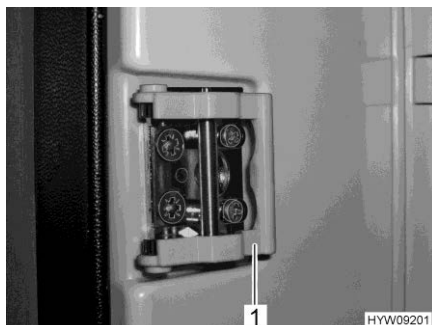
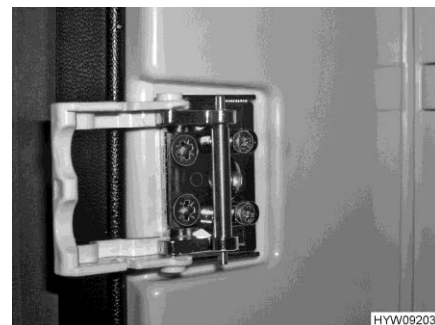

Fig. 181 Dispositivo di chiusura (posizione normale) (alternativa)
Fig. 182 Dispositivo di chiusura (posizione di ricircolo d'aria) (alternativa)
- Ruotare la staffa (Fig. 179,1 o Fig. 181,1) in avanti (Fig. 180 o Fig. 182).
A seconda del modello, il frigorifero può essere dotato anche di un dispositivo di chiusura, come quello illustrato in Fig. 181 e Fig. 182.